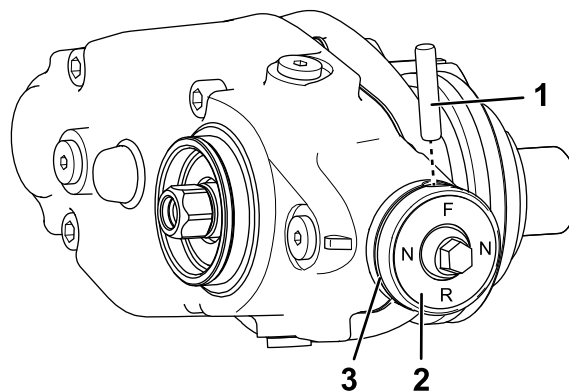

Bild 17
- A. Nehmen Sie den O-Ring vom Kupplungshandrad ab (Bild 17).
- B. Entfernen Sie den Abscherbolzen, mit dem das Kupplungshandrad an der Aktuatorwelle befestigt ist (Bild 17).
- D. Befestigen Sie das Kupplungshandrad mit dem Abscherbolzen an der Aktuatorwelle (Bild 17).